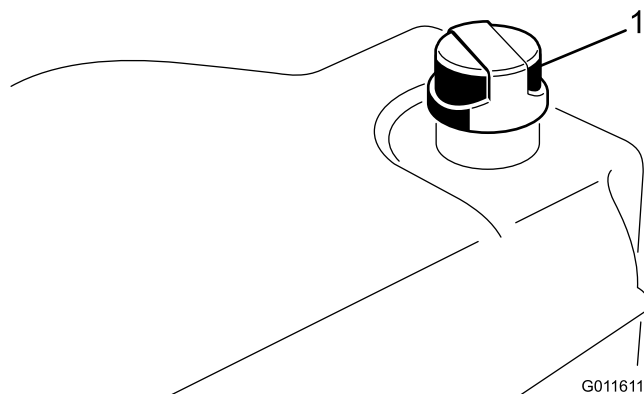

Figura 17
2. Limpie alrededor del cuello de llenado y el tapón del depósito de aceite hidráulico (Figura 17).